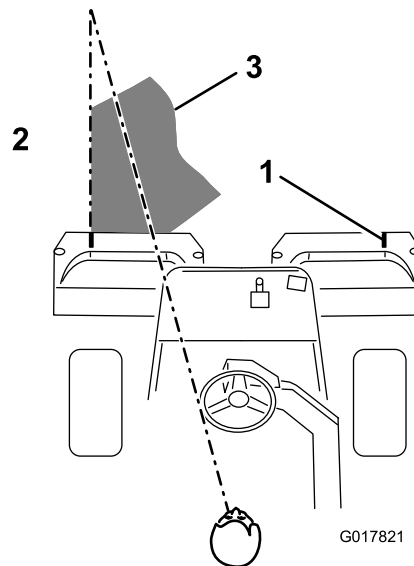

Figura 41
- Sobreponha uma quantidade mínima com o corte anterior nas passagens adicionais. Para cortar em linha reta ao longo do relvado e de modo a conseguir manter uma distância equitativa entre a extremidade da zona de corte anterior, estabeleça uma linha imaginária de aproximadamente 1,8 a 3 metros à frente da máquina até a extremidade da zona por cortar (Figura 41). Alguns utilizadores acham útil incluir a borda exterior da roda motriz na linha imaginária; por exemplo, mantenha a extremidade da roda motriz alinhada com um ponto que se mantém sempre à mesma distância da dianteira da máquina (Figura 41).